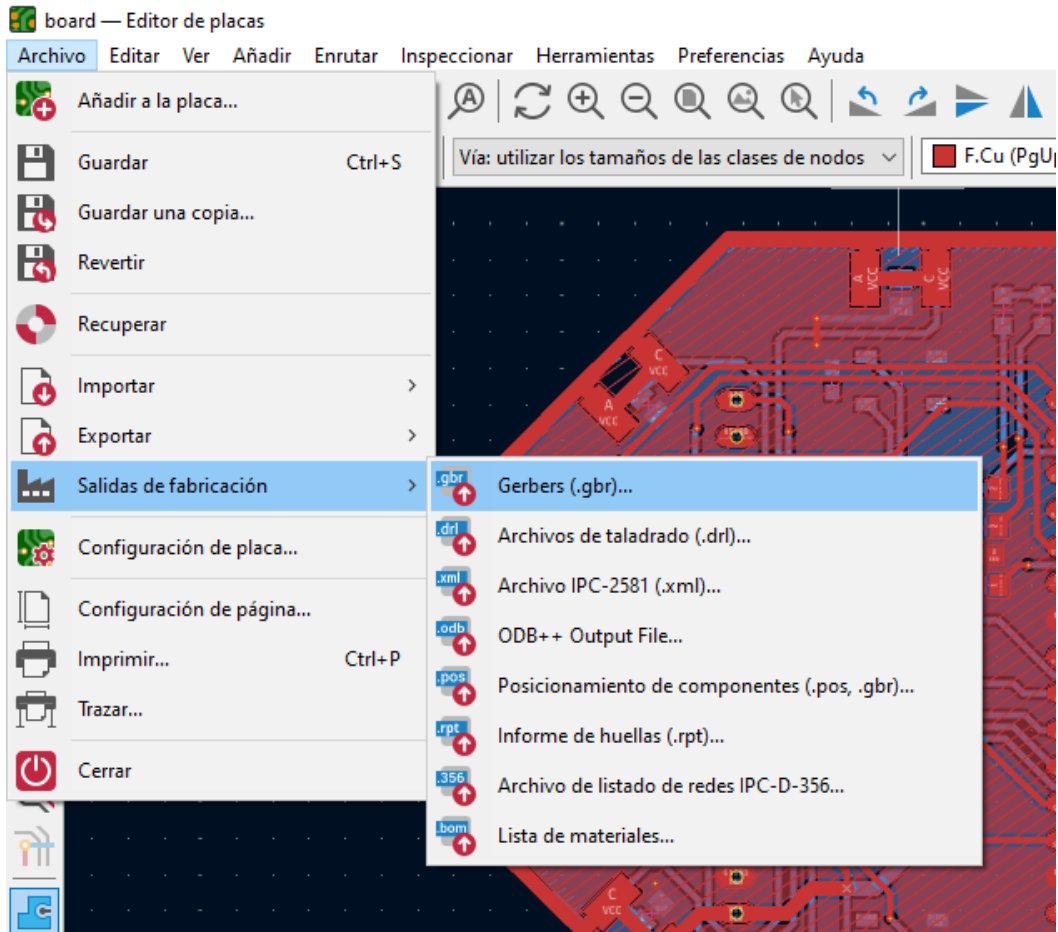

Ilustración 10 Exportar archivos Gerber.
Paso 4.1: Para la generación de los archivos Gerber nos dirigiremos a Archivo > Salida de fabricación > **Gerbers (.gbr)...** (Ilustración 10).